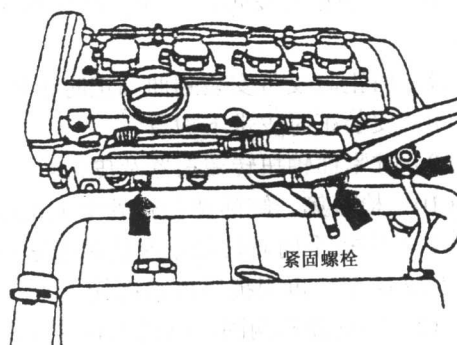

图 1.26 拆下燃油管紧固螺栓
(5) 拆下燃油管紧固螺栓, 将真空管拉离燃油压力调节器, 如图 1.26 所示。将带喷油器燃油歧管从进气歧管上拉下。